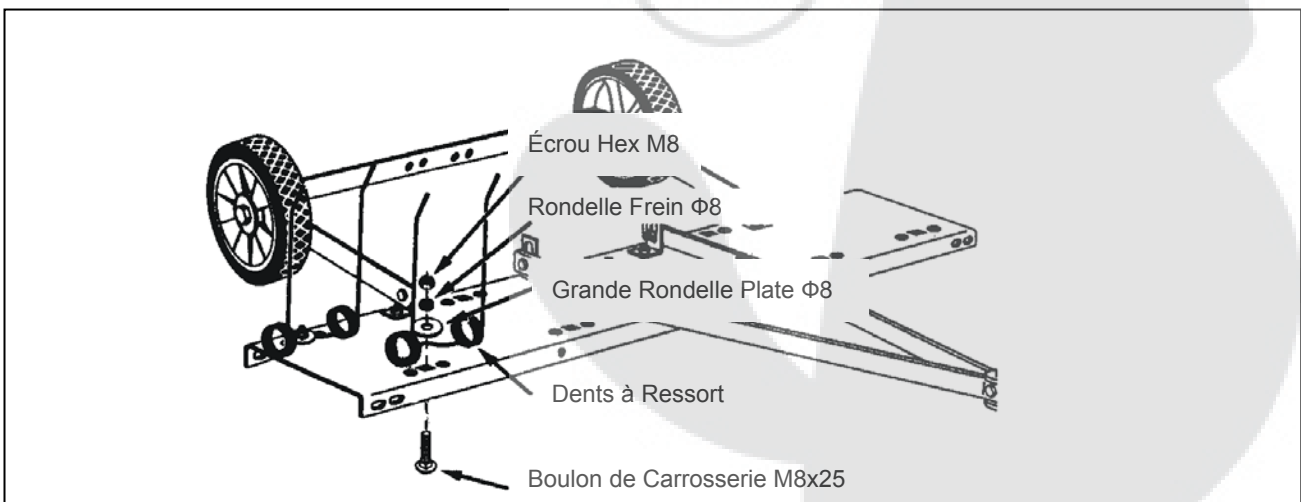

Figure 7
13. Attachez dix dents à ressort aux trous carrés dans le bas du bouclier à dents. Utilisez un boulon de carrosserie M8x25, une grande rondelle plate $\Phi 8$, une rondelle frein $\Phi 8$ et un écrou hex(hexagonal) M8 pour chaque dents à ressort . Serrez. Voir figure 7.